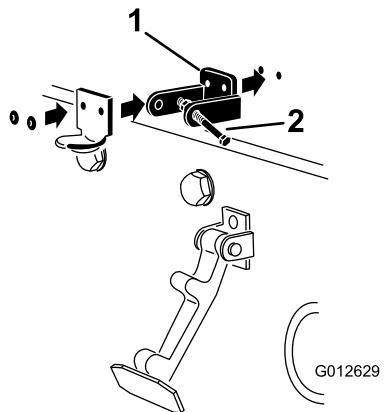

Рисунок 6
4. Выравнивая монтажные отверстия, поместите стопорный кронштейн и кронштейн фиксатора капота на капот (Рисунок 6).
6. Приклейте кронштейны и шайбы к капоту (Рисунок 6).